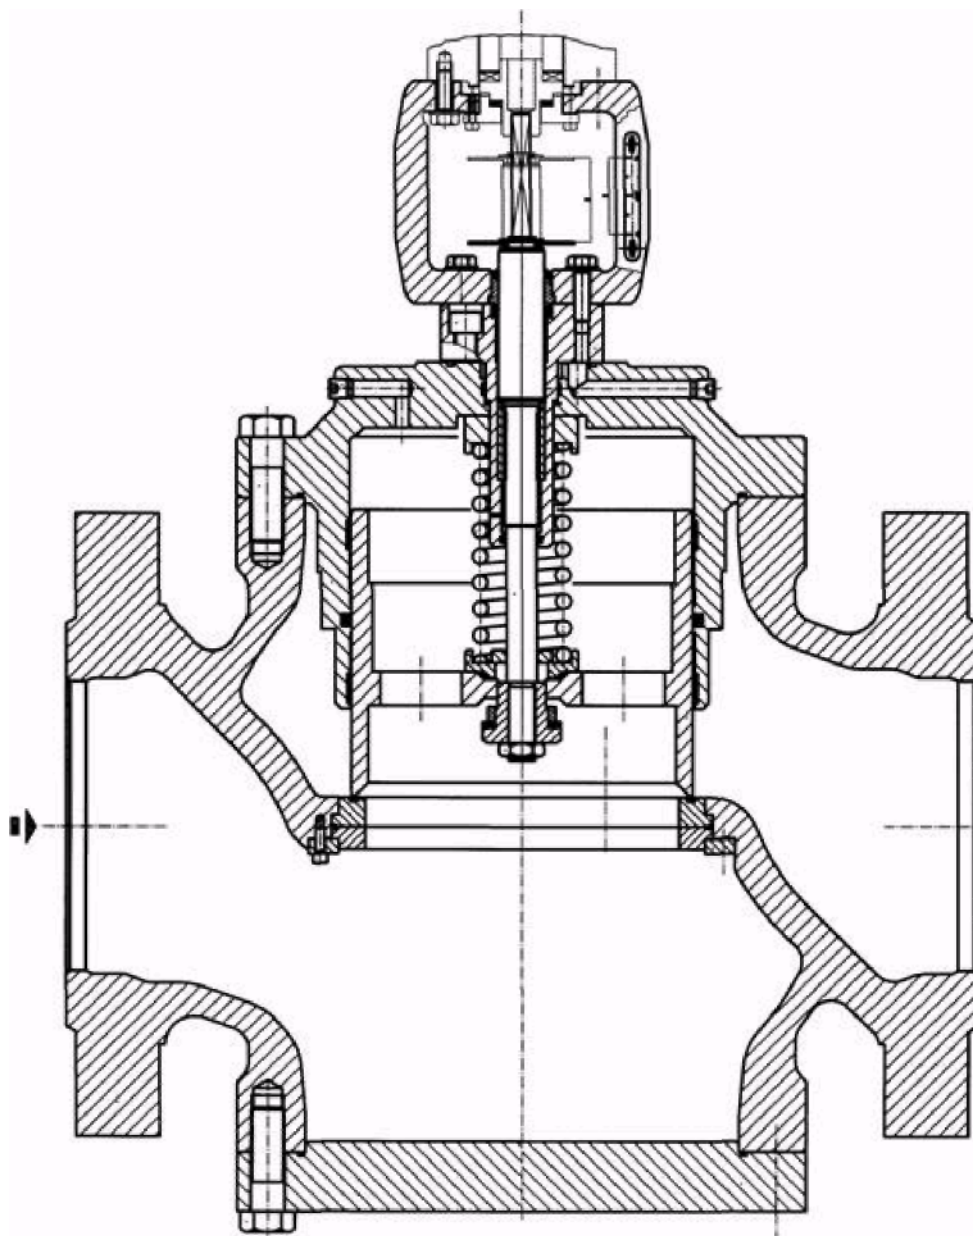

Рисунок 2
**SINCROFLUX** ( с электрическим управлением, смотри рисунок 2 ).